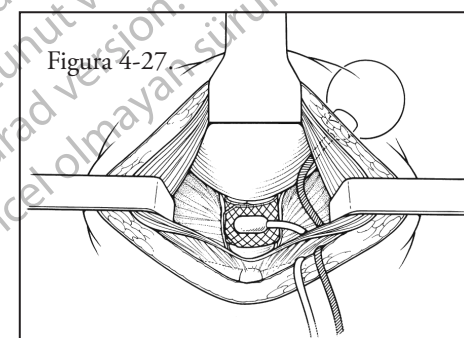

Figura 4-27.
9. Oriente los tubos del balón y los tubos del manguito hacia el área inguinal. **(Figura 4-27)**